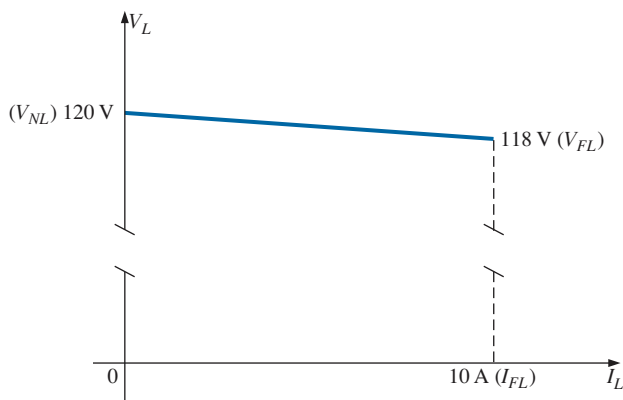

FIG. A4.70
- Dadas las características mostradas en la figura A4.70, determine la regulación de voltaje de la fuente.
Fuente de cd con las características terminales de la figura A4.70.